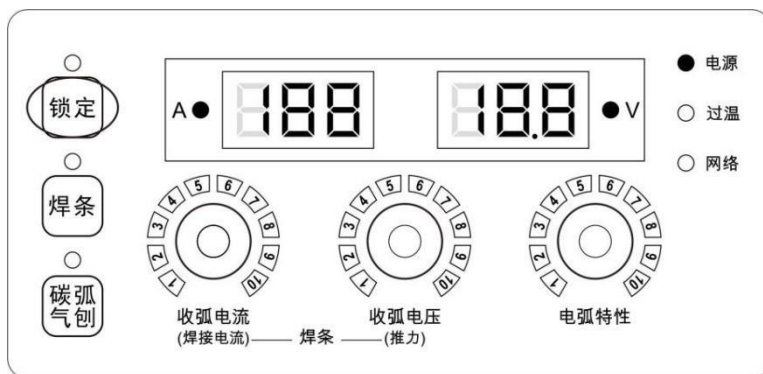

图 3-29 非锁定界面
2. 长按**锁定**键，锁定指示灯熄灭，退出普通锁定，恢复到非锁定状态，如图 3-29 所示。